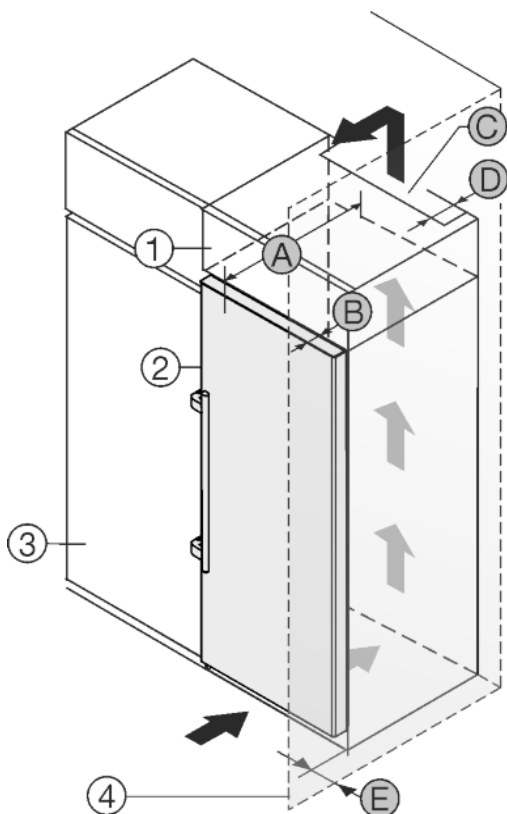

Fig. 24
Устройство может быть окружено кухонными шкафами. Чтобы уравнивать устройство Fig. 24 (2) по высоте с кухонной стенкой, можно установить над устройством дополнительный шкафчик Fig. 24 (1).
Установить устройство можно непосредственно рядом с кухонным шкафом Fig. 24 (3). Чтобы можно было полностью открыть двери, устройство должно выступать на глубину Fig. 24 (B) относительно передней стенки кухонного шкафа. В зависимости от глубины кухонных шкафов и использования пристенных распорок устройство может выступать и больше.
- На задней стенке дополнительного шкафчика должен быть вентиляционный канал с глубиной Fig. 24 (D) по всей ширине этого шкафа.
- Нужно соблюдать вентиляционное отверстие Fig. 24 (C) под нижней панелью.
Если устройство установлено на шарнирах у стены Fig. 24 (4), то нужно соблюдать расстояние Fig. 24 (E) между устройством и стеной. Настолько выступает ручка при открытой двери.